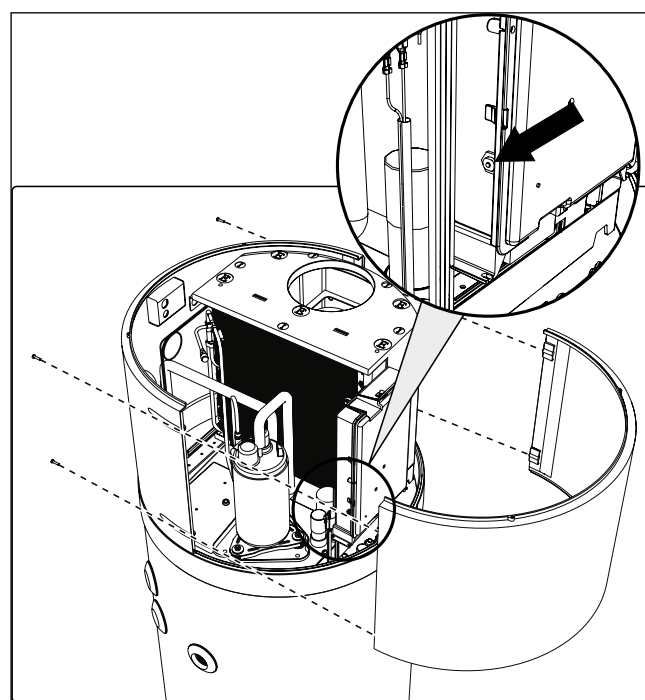

fig. 73- Rimozione del pannello anteriore
- Rimuovere il pannello anteriore e resettare manualmente il termostato di sicurezza scattato (fig. 73). In caso di intervento, il perno centrale del termostato fuoriesce di circa 2 mm.